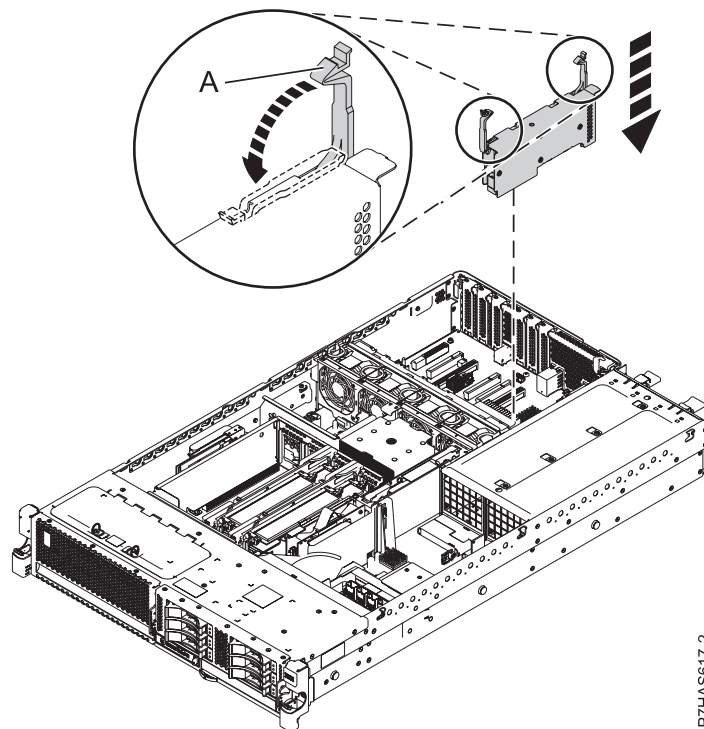

Abbildung 2. FC EJ0H in einem System installieren
9. Bereiten Sie die Installation des neuen Adapters vor, indem Sie die Verriegelungen am Adapter (A) in die geöffnete Position schieben (siehe Abb. 2).
12. Drehen Sie die Verriegelungen gleichmäßig in die verriegelte Position (siehe Abb. 2).